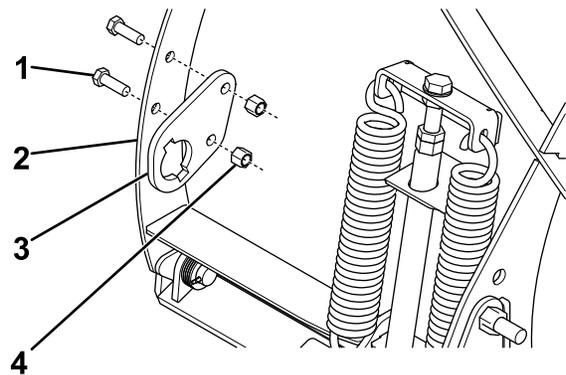

Bild 5
9. Die Lamellenhalterung lose mit zwei Schrauben ($\frac{1}{2}$ " x $1\frac{1}{2}$ " und Sicherungsmuttern (Bild 5) an der äußersten Pfluglamelle befestigen.